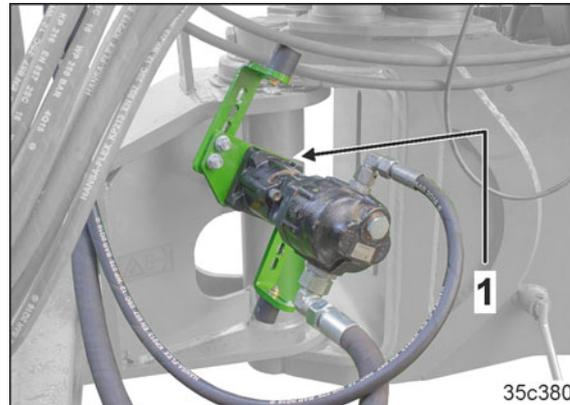

Рис. 145
14. Разместите гидравлический насос с приводом от ВОМ в парковочном положении (Рис. 145/1)